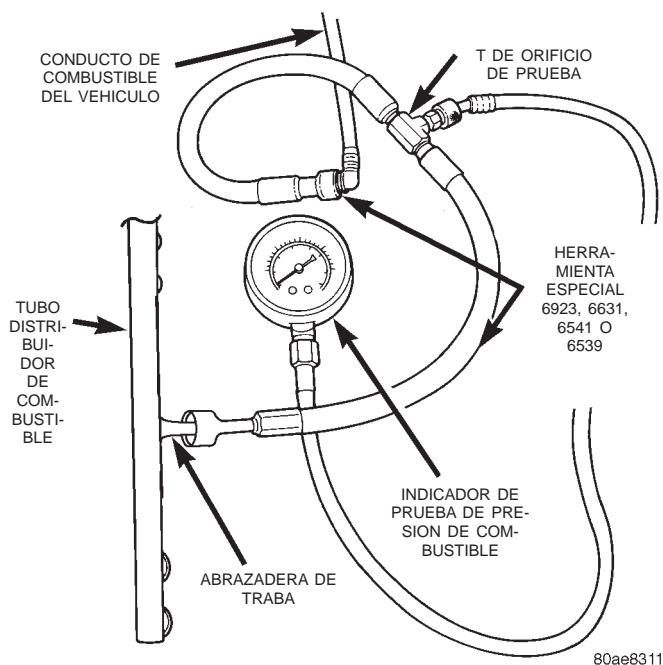

Fig. 8 Conexión de herramienta adaptador—Característica
(1) Desconecte el conducto de entrada de combustible del tubo distribuidor de combustible. Para informarse sobre los procedimientos, consulte Tubos, conductos y mangueras de combustible y abrazaderas en esta sección del grupo. En algunos motores, antes de desconectar el conducto de combustible puede que sea necesario desmontar la caja del depurador de aire.
(2) Obtenga la herramienta adaptador de prueba de presión de conductos de combustible. La herramienta número 6539 se utiliza para los conductos de combustible de 0,79 cm (5/16 de pulg.) y la herramienta número 6631 para los conductos de combustible de 0,95 cm (3/8 de pulg.).
(3) Conecte la herramienta adaptador de prueba de presión de conductos de combustible correcta entre el conducto de combustible desconectado y el tubo distribuidor de combustible (Fig. 8).